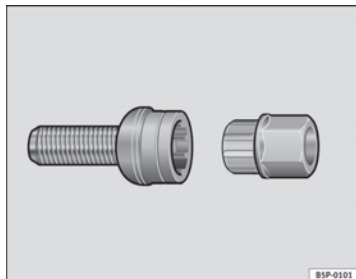

Fig. 197 Tornillo anti-robbo de la rueda
- Coloque el adaptador hasta el tope en el tornillo antirrobo de la rueda ⇒ fig. 197.